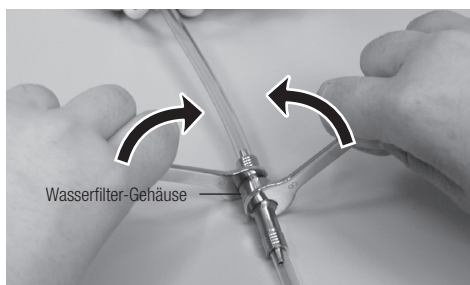

Abb. 25
1) Schließen Sie das Wasserventil Ihrer Behandlungseinheit, an die Ihr PRESTO AQUA LUX angeschlossen ist. Setzen Sie zwei Spanschlüssel (5 x 8) an den Filter an (Abb. 25) und drehen Sie diese, wie in der Abbildung gezeigt. Wenn sich der Wasserschlauch dadurch verdreht, bringen Sie ihn wieder in die richtige Position, sodass das Schlauchende an der Steuereinheit wieder gerade ist.